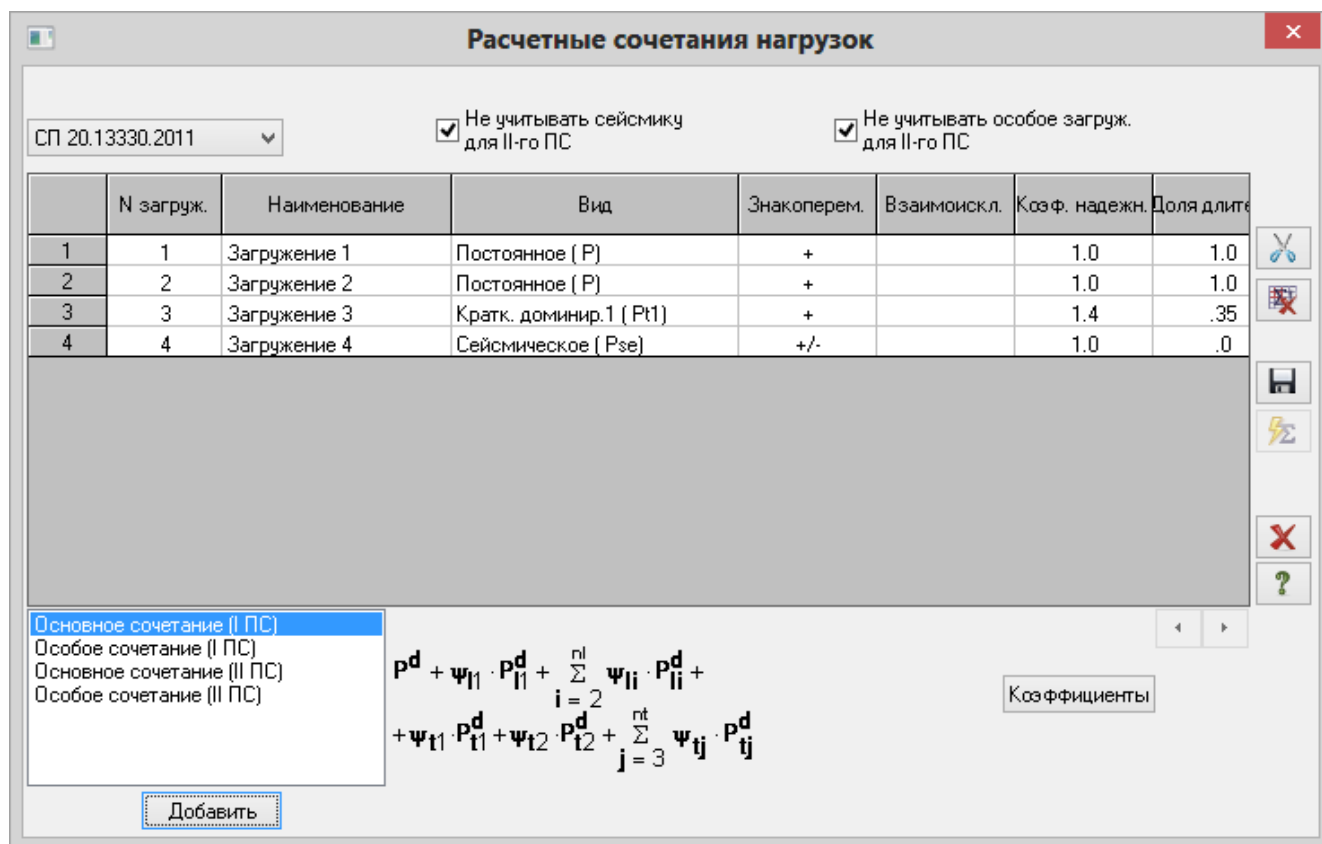

Рис.4.29. Диалоговое окно **Расчетные сочетания нагрузок**
- Щелчком по кнопке  –РСН (панель **Доп. расчеты** на вкладке **Расчет**) вызовите диалоговое окно **Расчетные сочетания нагрузок** (рис.4.29).
- для первого загружения – **Постоянная (P)**;
- для второго загружения – **Постоянная (P)**;